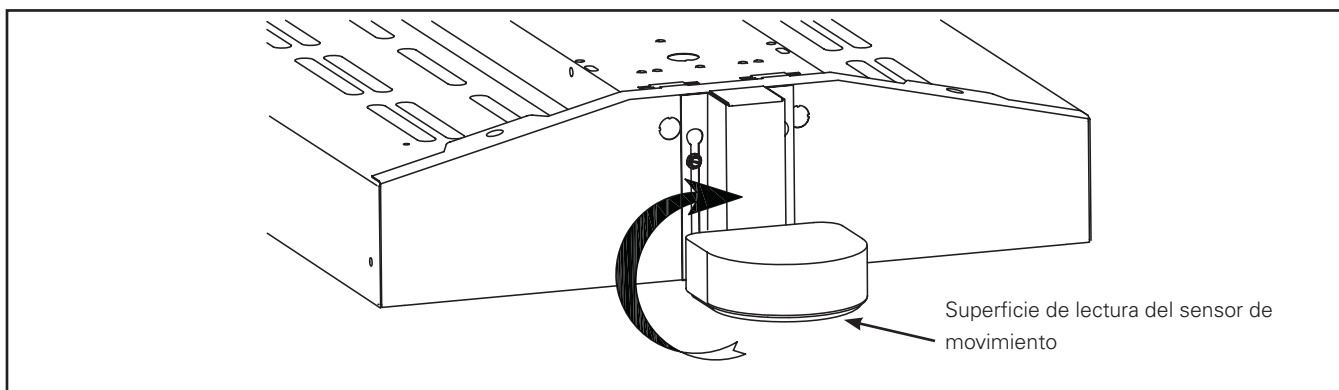

Figura 2.
2. Asegure el soporte ajustando los tornillos en la placa trasera de la luminaria. (Figura 2.)
3. Gire la superficie de lectura del sensor de movimiento (LENTE) para que quede en forma paralela al suelo. (Figura 2.)